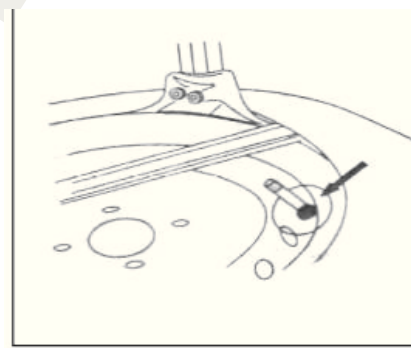

рис.20
4.1.4 Используйте монтажную лопатку для разъединения, пока край не будет находиться возле выступа инструмента для демонтажа (Рис. 20). Нажмите на педаль вращения поворотного стола (Рис. 2-8), вращайте поворотный стол по часовой стрелке, пока весь край полностью не отсоединится. При работе с камерной шиной, во избежание повреждения камеры, при демонтаже держите ниппель на 10 см от правой стороны инструмента для демонтажа.